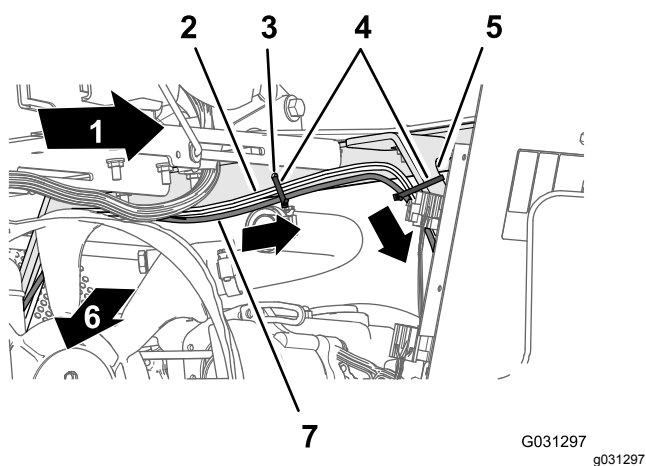
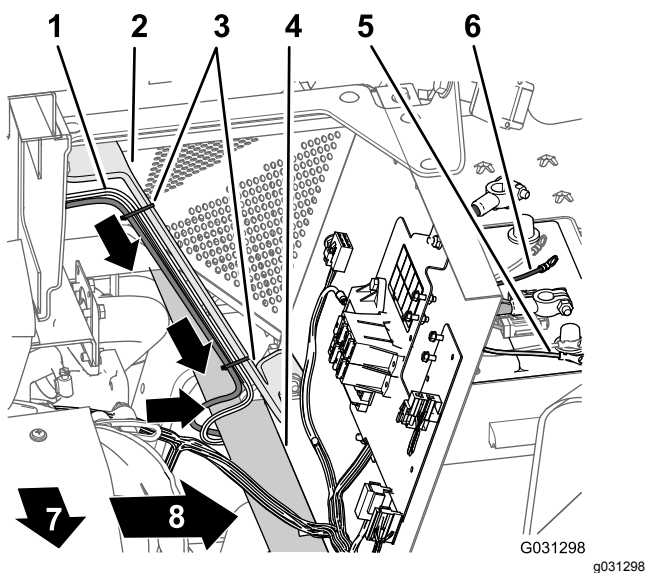

图 171
图 172
3. 向下沿发动机挡板左支撑架并在左机架管的下方摆放导航系统电气线束 220cm 支管图 171。
4. 用 3 条扎带将线束固定到座椅边角中的孔和发动机挡板支撑架上图 171 和 图 172。
5. 将导航系统电气线束 220cm 支管的 10A 保险丝和正、负极环形端子放到电池顶部图 172。